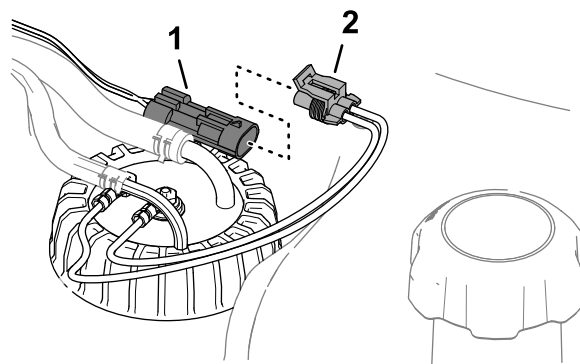

Figura 123
3. Îndepărtați conectorul cu 2 mufe al fasciculului de cabluri al transmițătorului pentru combustibil din conectorul cu 2 pini al fasciculului de cabluri al mâinii (Figura 123).